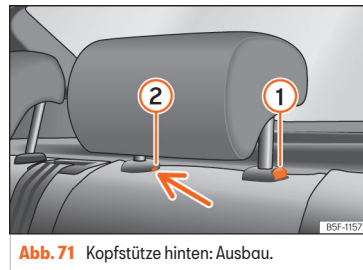

Abb. 71 Kopfstütze hinten: Ausbau.
- Drücken Sie die Taste »» (Abb. 71) ① sowie gleichzeitig mit einem Schlitzschraubendreher (Breite max. 5 mm) in die Öffnung der Verriegelung ② und ziehen Sie die Kopfstütze heraus.